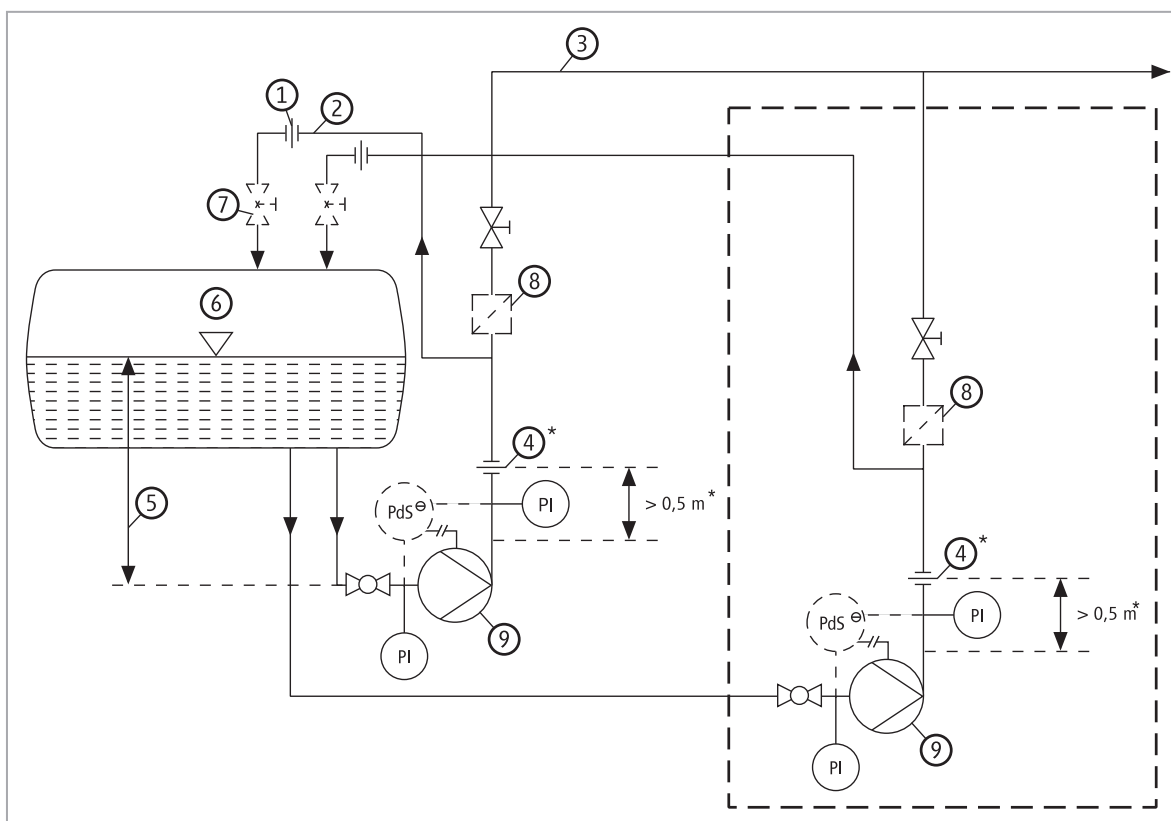

Fig. 3
Il est possible de maintenir la pompe dans sa plage de fonctionnement en prévoyant un bypasse et des diaphragmes  $Q_{\min}$  et  $Q_{\max}$ . (voir figure 3). On peut également monter un pressostat différentiel à la place du diaphragme  $Q_{\max}$  qui arrêtera la pompe en cas de chute de pression en dessous de la valeur admissible. La retardation de mise à l'arrêt est de max. 10 sec.
4. Le bypasse tient lieu de conduite de dégazage à l'arrêt. La pompe ne doit être mise en route que lorsqu'elle est remplie de liquide. Lors du premier remplissage ou lors d'une remise en route de la pompe il convient d'attendre que la température de la pompe soit identique à celle qui règne dans le séparateur. Dans le cas d'utilisation d'un clapet anti-retour dans la conduite de refoulement veiller à ce que celui-ci soit monté après le piquage de la conduite de bypasse pour que le dégazage soit automatique. (voir figure 3)
8. Lorsque plusieurs pompes fonctionnent en parallèle avec une conduite de refoulement commune (figure 3), il est nécessaire de prévoir un bypasse pour chaque pompe installée. Ceci est nécessaire pour que la pompe à l'arrêt puisse être dégazée en permanence. D'autre part le débit minimal de chaque pompe est ainsi indépendant. Si une pompe est installée en réserve, il est nécessaire de prévoir des clapets anti-retour pour éviter que la pompe en service ne refoule dans la pompe à l'arrêt. Si les vannes d'isolation de la pompe de réserve sont ouvertes, il est préférable que celle-ci reste pleine de liquide et puisse être prête à démarrer. La conduite de bypasse permet indifféremment de mettre chaque pompe en route et permet le branchement d'une seconde pompe sans obligation de manœuvrer les vannes d'isolation.